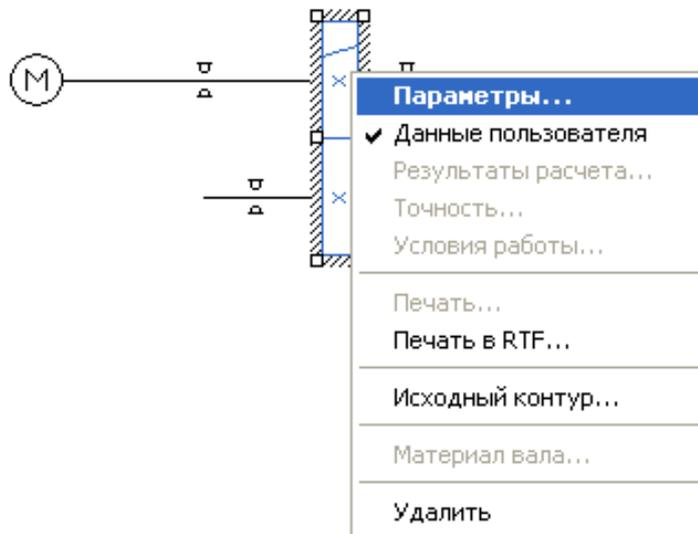

Рисунок 4.8
**Задание 5.2** Выделите зубчатую передачу  и задайте ее параметры щелчком правой кнопки мыши и, выбрав **Параметры** (рисунок 4.8 – 4.10)